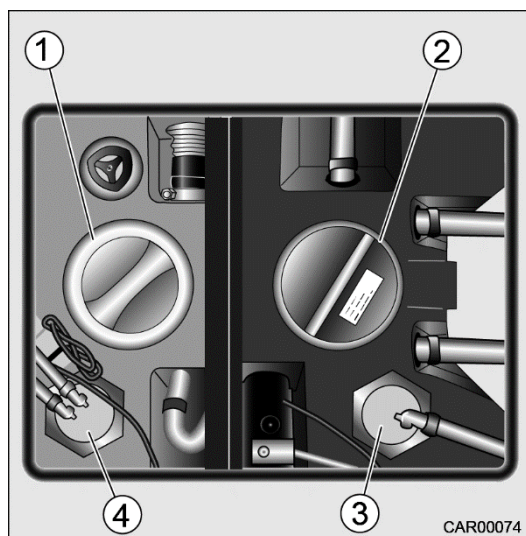

Fig. 167 Capteur du réservoir des eaux usées/Capteur du réservoir d'eau fraîche
2. Enlever le volet de service du réservoir d'eau fraîche (Fig. 167/1) ou le volet de service du réservoir des eaux usées (Fig. 167/2).
3. Nettoyer les tiges métalliques du capteur du réservoir d'eau fraîche (Fig. 167/4) ou du capteur du réservoir des eaux usées (Fig. 167/3).